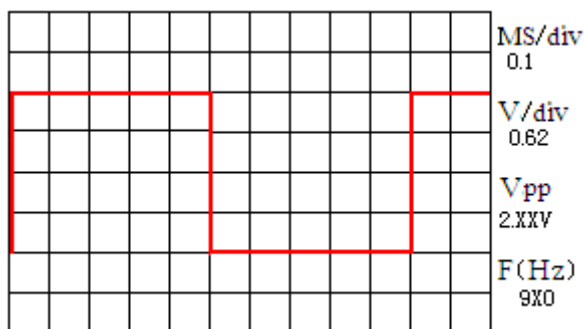

图 1-34-6
(3) 按一下微动按钮  $S_8$  解除锁定波形后，继续按动微动按钮  $S_6$  一下，屏幕上波形都变密，MS/div 数值从 0.1 开始增加，其变化为  $0.1 \rightarrow 0.2 \rightarrow 0.5 \rightarrow 1 \rightarrow 2 \rightarrow 5 \rightarrow 10$ ，直至最大为 10 才停止，也就是说共有 9 档的扫描时间调整。而按微动按钮  $S_7$  (T/DIY+)，波形变化与按  $S_6$  变化相反，MS/div 数值则呈减小状态。但不管在按  $S_6$  或  $S_7$ ，波形的幅度没有变化。
(4) 然后按一下  $S_5$  (V/DIY+) 后按一下微动按钮  $S_8$  锁定波形，屏幕上波形的幅度减小，V/div 参数增加，屏幕如图 1-34-6 所示。